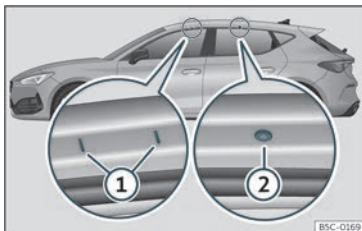

Fig. 135 Punts de fixació de les barres longitudinals per al portaequipatges del sostre (Leon).
Els punts de fixació davanters i posteriors ① i ② només es poden veure amb les portes obertes»» **fig. 135**.